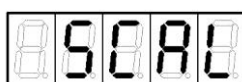

Рисунок 8
2. С помощью кнопок  и  пролистать меню до появления на индикаторе заголовка подменю "SCAL" (рисунок 8).